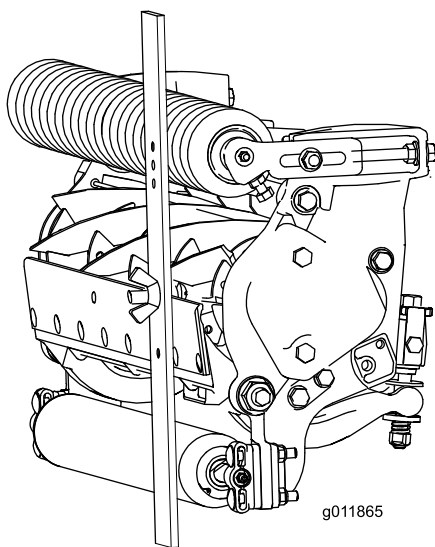

図 19
3. ゲージバーのネジ頭を下刃の切っ先に引っかけ、バーの後端を後ローラに当てがう (図 19)。
4. バーの前端がローラに当たるように、調整ネジで調整する (図 19)。ローラ全体が下刃と平行になるように、ローラの両側を均等に調節する。